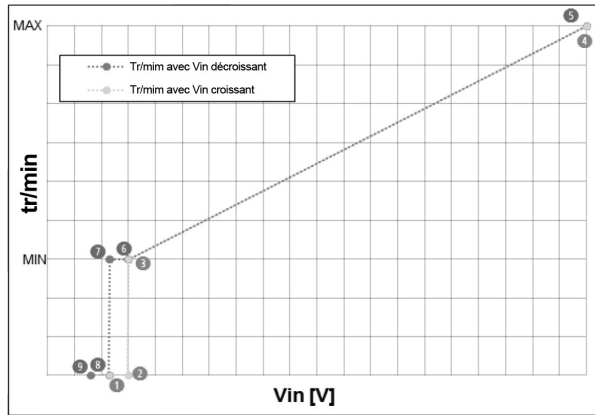

Figure 1
2.5.2 Entrée analogue externe 0 à 10 V [(7) (8)]
Un signal analogue externe 0 à 10 volts, appliqué aux borniers (7) et (8), contrôle la vitesse du circulateur de 0 à 100 %, suivant une fonction linéaire comme décrit à la figure 1.
Le tableau ci-dessous est une descriptions des points illustrés dans la figure 1.